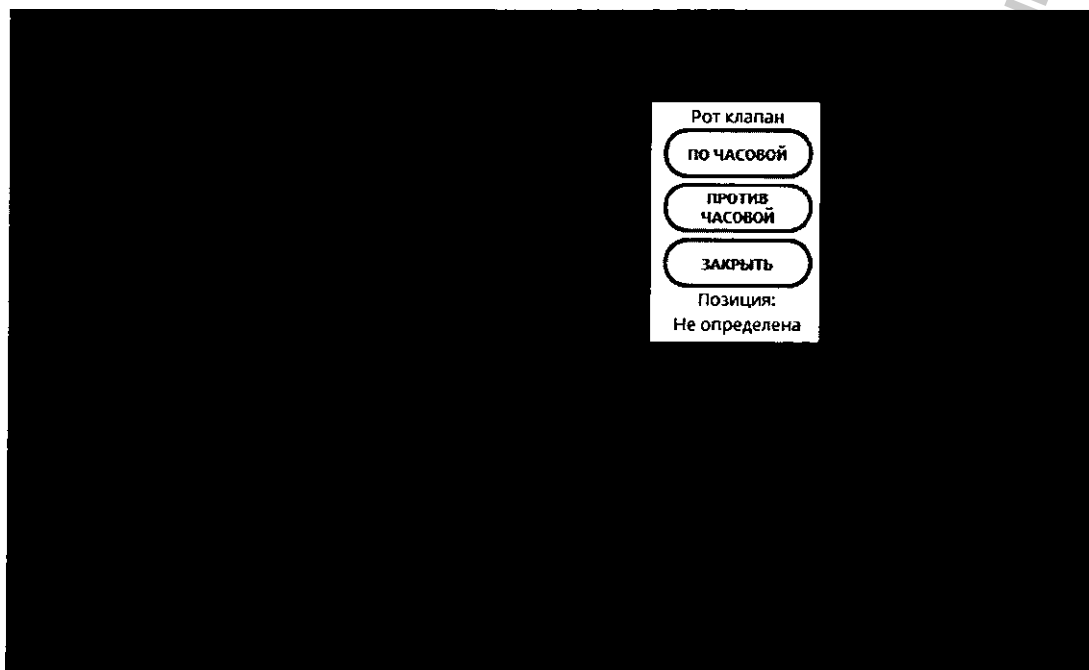

Рисунок 3.76. Ручное управление ротационным клапаном
- **Рот. клапан** – элементы управления данной группы (рисунок 3.76) позволяют управлять вращением ротационного клапана, обеспечивая